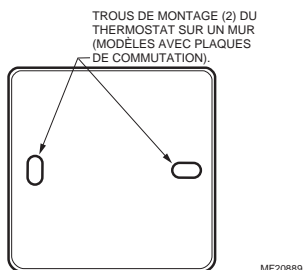

Fig. 3. Emplacement des trous de montage sur les modèles avec plaque de commutation.
8. Serrer les vis de montage. Voir la Fig. 3.